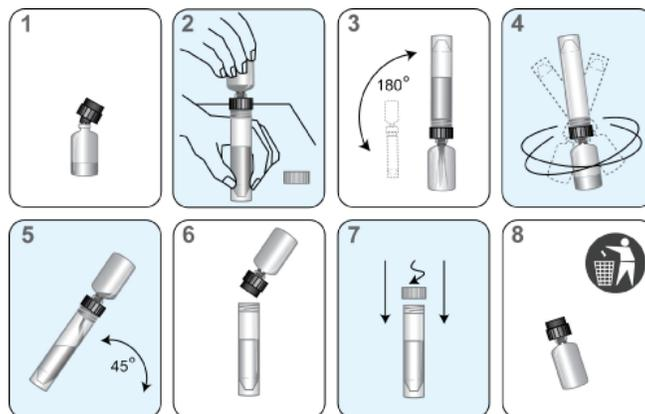

Figura 1. Processo de reconstituição no Panther System
- c. Abra o frasco do reagente liofilizado e insira firmemente a extremidade ranhurada do aro de reconstituição na abertura do frasco (Figura 1, Passo 1).
- e. Coloque o frasco da solução de reconstituição sobre a bancada e insira com firmeza a outra extremidade do aro de reconstituição na abertura do frasco (Figura 1, Passo 2).
- f. Inverta lentamente os frascos preparados. Deixe passar a solução do frasco de plástico para o frasco de vidro (Figura 1, Passo 3).
- g. Misture bem a solução no frasco de vidro por agitação (Figura 1, Passo 4).
- h. Aguarde até que o reagente liofilizado passe para a solução e, em seguida, inverta novamente os frascos preparados, inclinando-os num ângulo de 45° para reduzir ao mínimo a formação de espuma (Figura 1, Passo 5). Deixe passar o líquido todo novamente para o frasco de plástico.
- i. Retire o aro de reconstituição e o frasco de vidro (Figura 1, Passo 6).
- j. Volte a colocar a tampa do frasco de plástico. Grave as iniciais do operador e a data de reconstituição na etiqueta (Figura 1, Passo 7).
- k. Descarte o aro de reconstituição e o frasco de vidro (Figura 1, Passo 8).